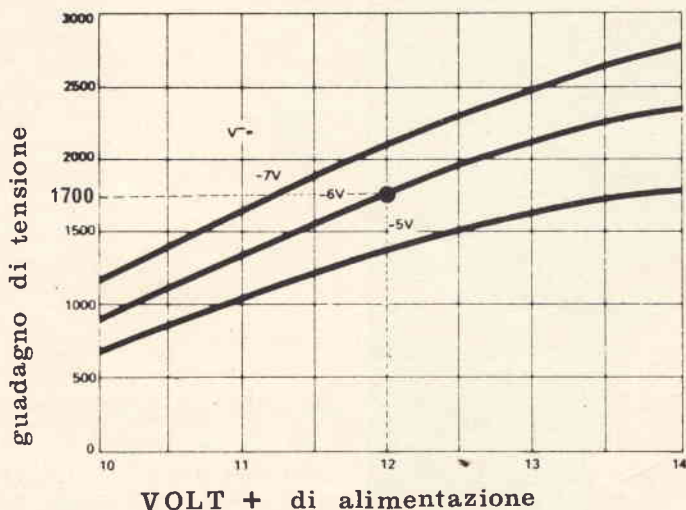

Fig. 6 - Grafico illustrante il guadagno di tensione.
*Fig. 6 - La foto illustra il particolare che mette in evidenza l'impiego di brevi tratti di cavetto schermato per effettuare le connessioni di ingresso e di uscita della bassetta a circuiti stampati con i relativi raccordi, onde evitare l'introduzione di segnali parassiti.*